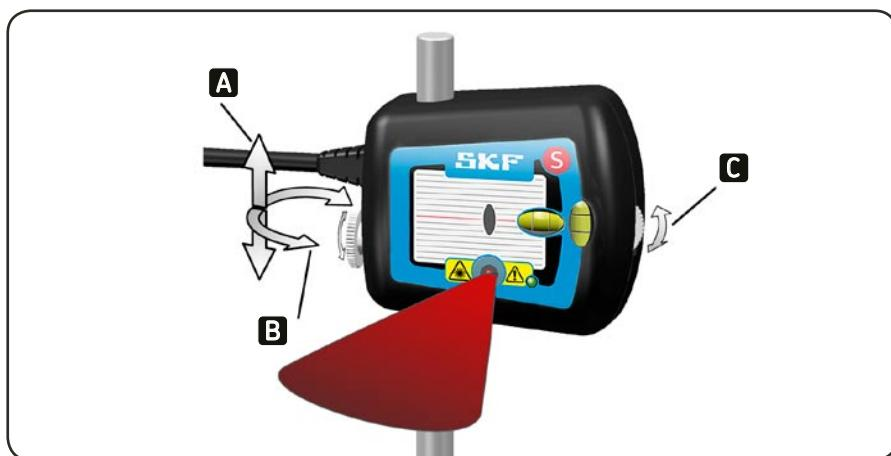

Abb. 12. Laserstrahleinstellung
- c) Für die Grobeinstellung lösen Sie die Messeinheiten, indem Sie die Feststellschraube seitlich an der Messeinheit betätigen (Abb. 12). Auf diese Weise kann die Messeinheit sowohl an der Haltestange herauf- und herabgleiten, als auch nach links oder rechts gedreht werden. Benutzen Sie für die Feineinstellung des Laserstrahls das Justierrad an den Messeinheiten.